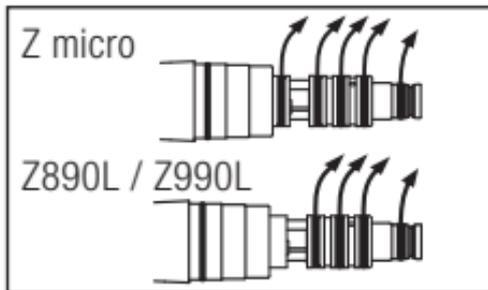

Fig. 37
- 2 Enlevez chaque joint manuellement et avec précaution (Fig. 37).